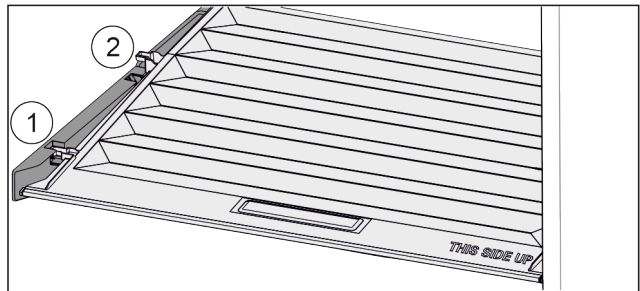

Fig. 89
- ▶ Кришку до отвору в деталях для підтримки потягнути вперед Fig. 89 (1).
- ▶ Підняти ззаду знизу та вийняти Fig. 89 (2) вгору.